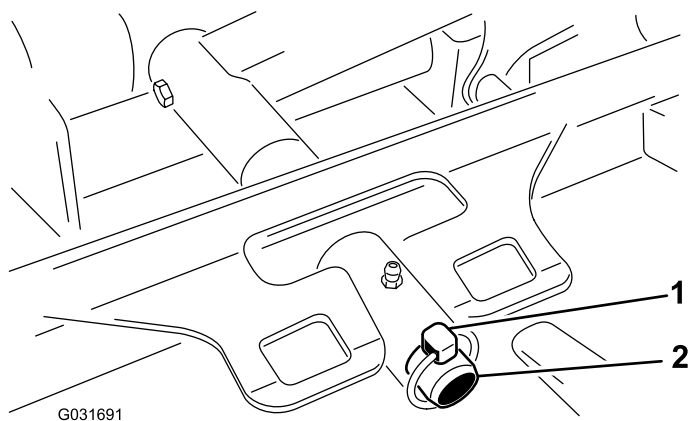

Figura 72
3. Togliete l'acciarino che fissa il telaio portante del piatto di taglio al perno di articolazione del braccio di sollevamento (Figura 72).
3. Fate scorrere il telaio portante del piatto di taglio sul perno orientabile del braccio di sollevamento e fissatelo con l'acciarino (Figura 72).